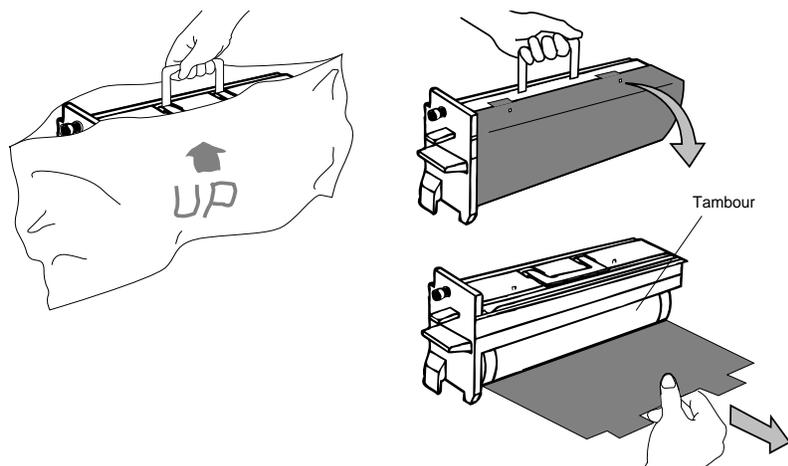

Figure 4-27 Déballage du tambour et retrait de la protection
1. Ouvrez la pochette sous vide contenant le tambour et sortez-en le contenu, comme illustré à la Figure 4-27.
2. Tenez le tambour par sa poignée du haut, posez-le sur une surface solide et retirez avec soin la protection le recouvrant, comme illustré à la Figure 4-27.